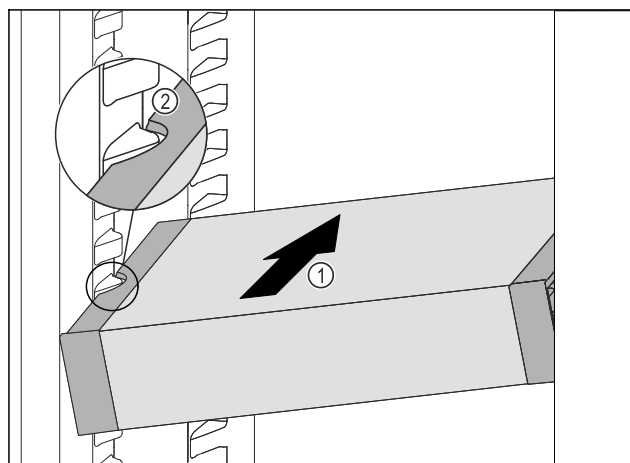

Fig. 151
- Zasuňte VarioSafe do chladničky pod úhlem tak Fig. 151 (1), aby vybrání na bocích Fig. 151 (2) VarioSafe byla na úrovni žebrování na nádoby v chladničce.